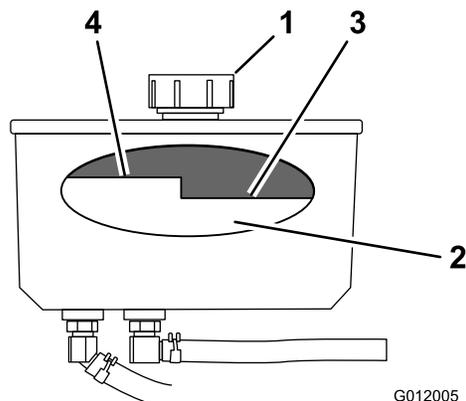

Figure 68
3. Nettoyez la surface autour du bouchon et du goulot de remplissage du réservoir hydraulique (Figure 68).
4. Enlevez le bouchon du goulot de remplissage (Figure 68).
**Remarque:** Lorsque l'huile est chaude, le niveau de liquide doit être en dessous du repère « à chaud » sur le déflecteur (Figure 68).